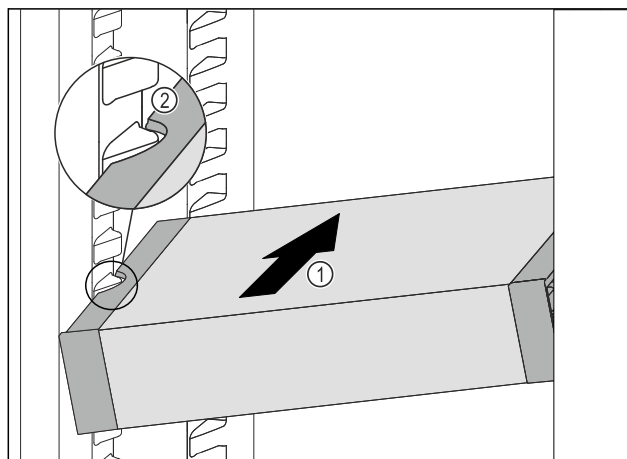

Fig. 96
- Futni pjerrtas VarioSafe në pjesën e ftohjes Fig. 96 (1), derisa foletë anësore Fig. 96 (2) të VarioSafe të jenë në lartësinë e brinjëve të kutisë në pjesën e ftohjes.